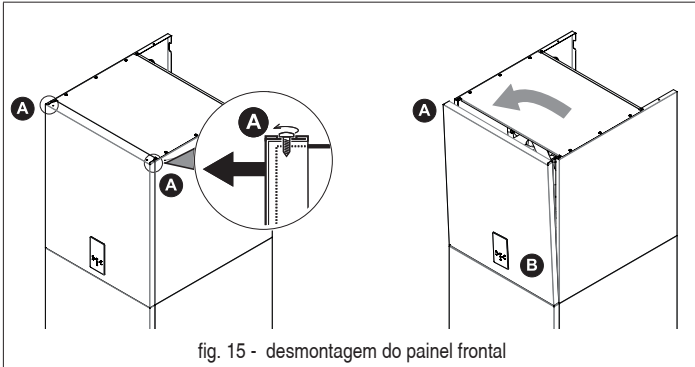

fig. 15 - desmontagem do painel frontal
- Solte parcialmente os parafusos A (ver "fig. 15 - desmontagem do painel frontal").
- Extraia o painel B e solte-o das fixações superiores (ver "fig. 15 - desmontagem do painel frontal").